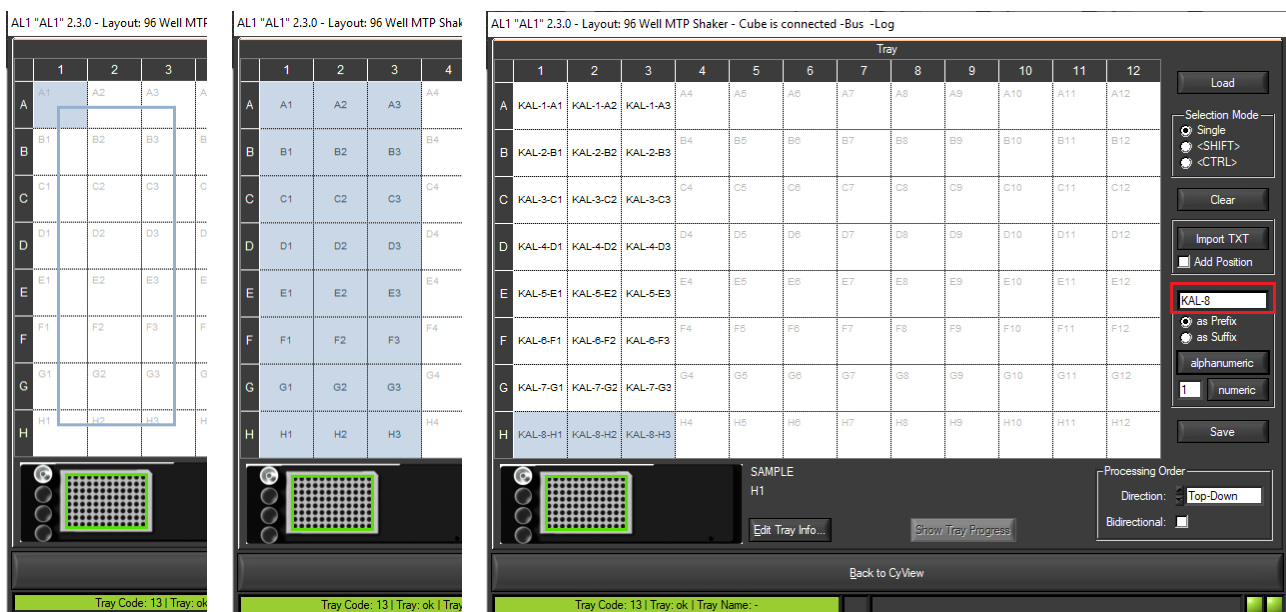

Abbildung 21. Das Menü für die Mikrotiterplattenbelegung
8. Wählen Sie nun die Wells aus, die gemessen werden sollen. Dies kann einzeln geschehen oder durch Ziehen über die Felder. Ausgewählte Wells erscheinen hell-blau (siehe Abbildung 21).
10. Optional kann für jede Probe ein Probenname vergeben werden. Dies wird im weißen Feld eingetragen, (siehe Abbildung 21, rot markiert). Drücken Sie den Button *alphanumeric*, damit der Probenname übernommen wird und in der entsprechenden Kavität in schwarzer Schrift erscheint.